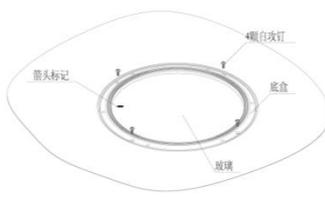

图 5-5-4
- 2、接线完成后将底盒及玻璃组件装入预埋盒内，用 4 颗自攻钉固定，注意玻璃上的箭头（或箭头标记）应指向疏散方向，如图 5-5-4；